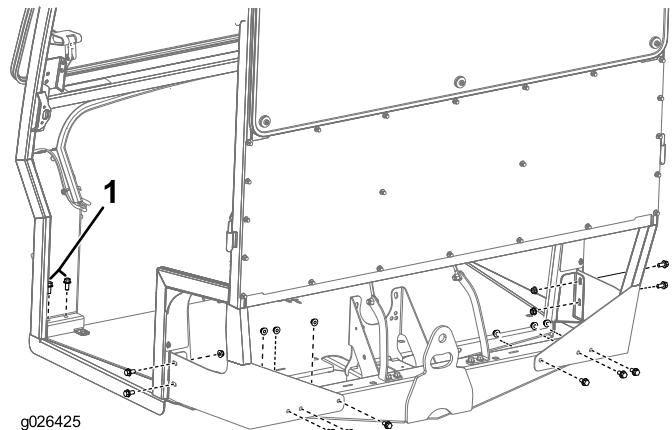

Figura 5
- Prenda estrutura à máquina utilizando 10 parafusos (3/8 x 3/4 pol.), 10 anilhas (3/8 pol.) e 4 porcas (3/8 x 7/8 pol.) como se mostra na Figura 5.